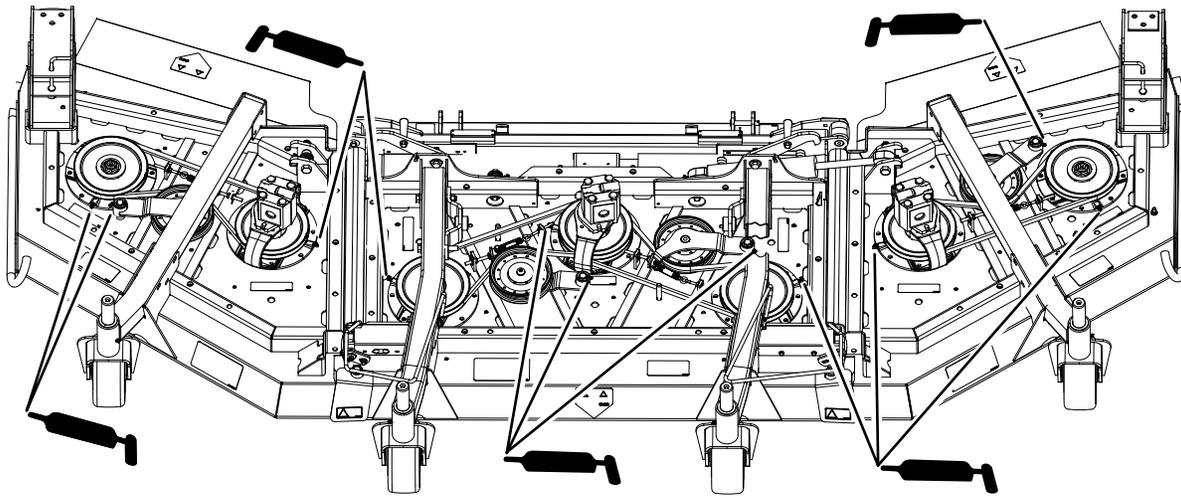

Figura 51
- Cojinetes de eje (3) (situados debajo de la polea (Figura 51).
- Casquillos del pivote del brazo tensor (2) (Figura 51)